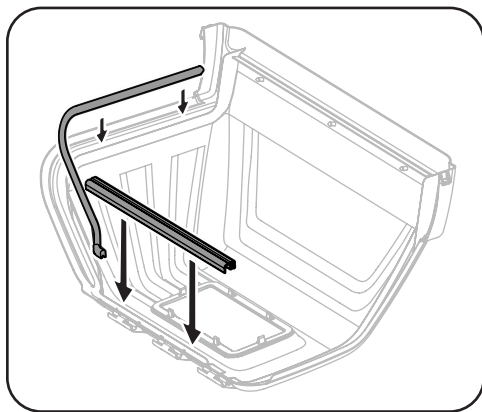

Figura 4-14
4. Si no está ya instalado, aplique sellos (720-05151A) y (720-05152B) en la parte inferior de la cubierta superior del recogedor de césped (731-12348D) como se muestra a continuación. Vea la Figura 4-14.